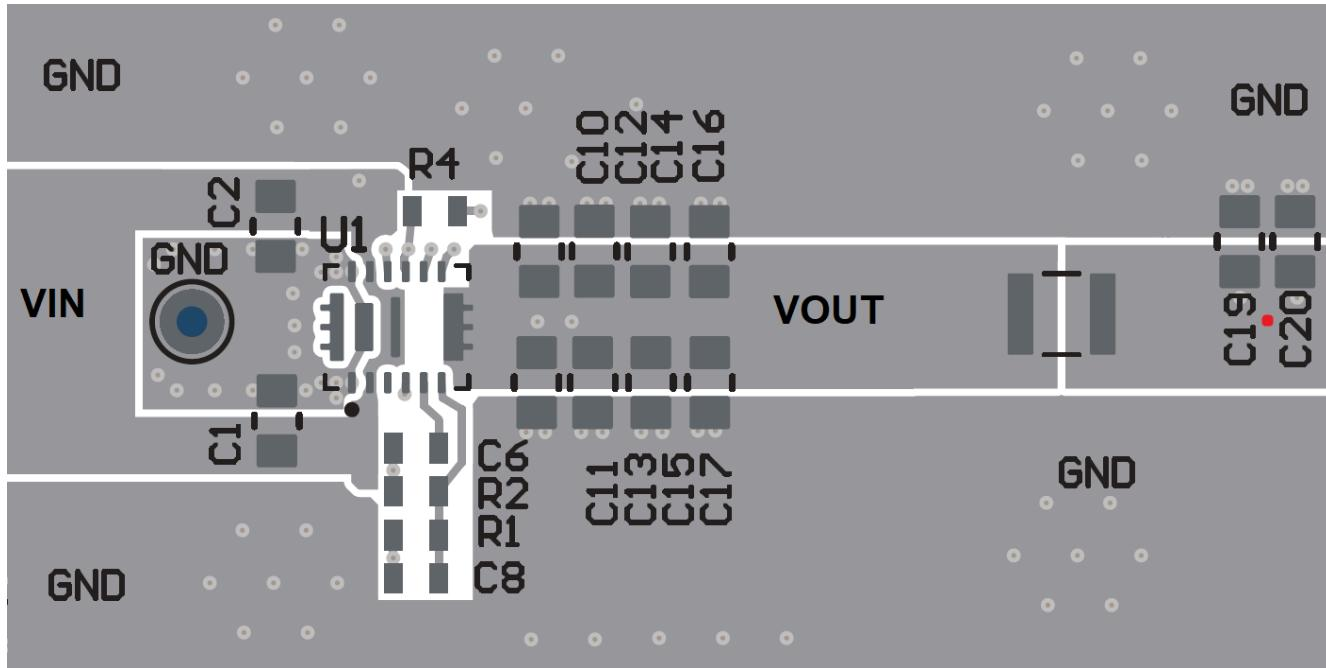

図 7-21. 2 段目の L-C フィルタを使用した設計の推奨レイアウト
- 図 7-21 に示すように、キープ アウト領域にはフェライトビーズを配置しないでください
- 図 7-21 のほか、評価基板に実装されている推奨レイアウトおよび EVM ユーザー ガイド『TPSM82916 降圧コンバータ評価基板』EVM ユーザー ガイド に記載されている推奨レイアウトを参照してください。